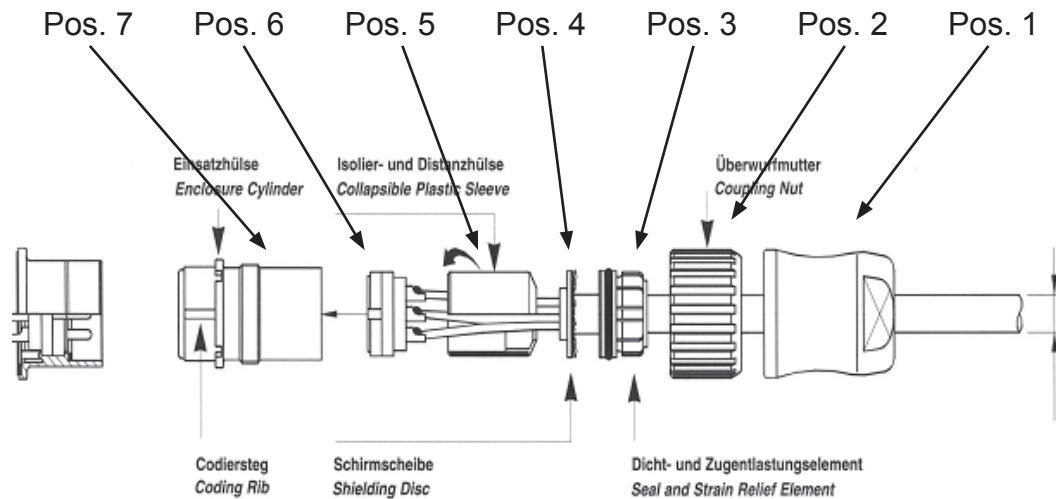

Fig. 8.3. 安装插头部件no. 9 300 12 1000 and 9 300 12 2000
- 在本例中，选择一对黑/棕绞线 and 另外一对黑/红绞线中的红线，从这三根线的根部剪掉绝缘层大约5毫米然后焊接到插头的针上（如图8.3, Pos 6中显示）。